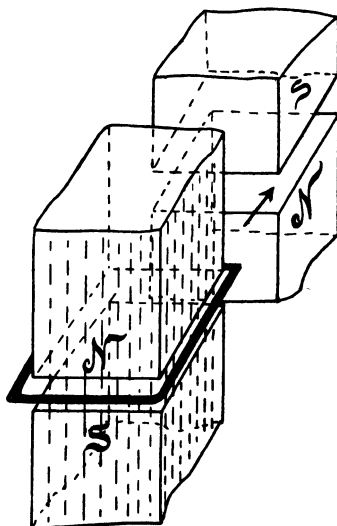

Fig. 56.
Felde, dessen konstante Dichte 4500 [6000] (7500) ist; das Rechteck wird senkrecht zu den Kraftlinien mit einer Geschwindigkeit von 8 [10] (29) m fortbewegt (Fig. 56). Gesucht wird: